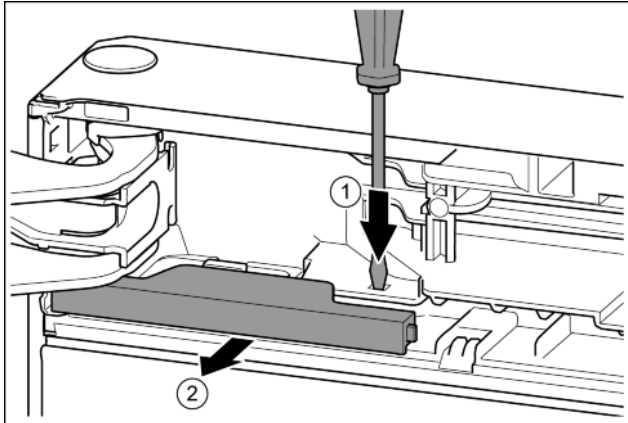

Fig. 9
- Lasche mit Schlitzschraubendreher drücken. *Fig. 9 (1)*
- Abdeckung aus der Verrastung ziehen. *Fig. 9 (2)*